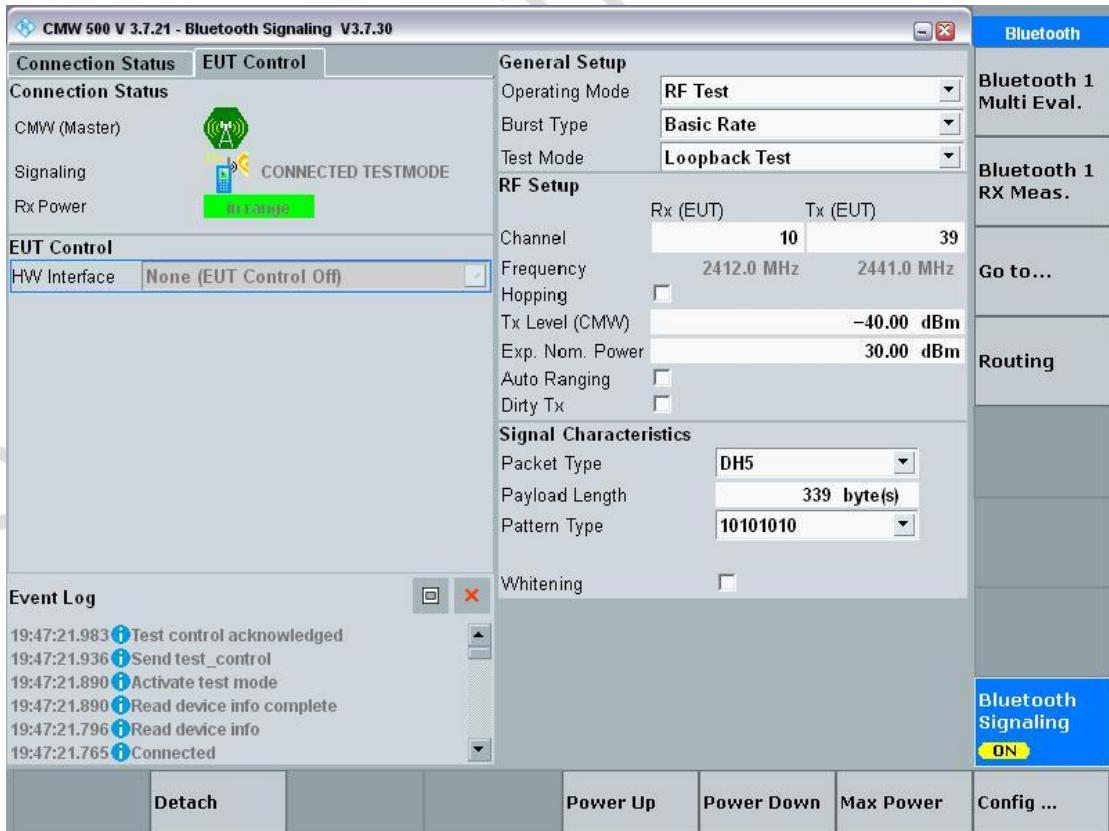

图 3-8
- 2) 确认 DUT 已进入信令测试模式 (User_bin 进入方式参考第二章节) 且射频同轴线已经连接到综测仪上, 点击左下方的 Inquire 搜索蓝牙, 当搜索到 DUT 的蓝牙地址时即可停止搜索点击【Connect Test Mode】连接 DUT 设备, 连接成功如图 3-8。